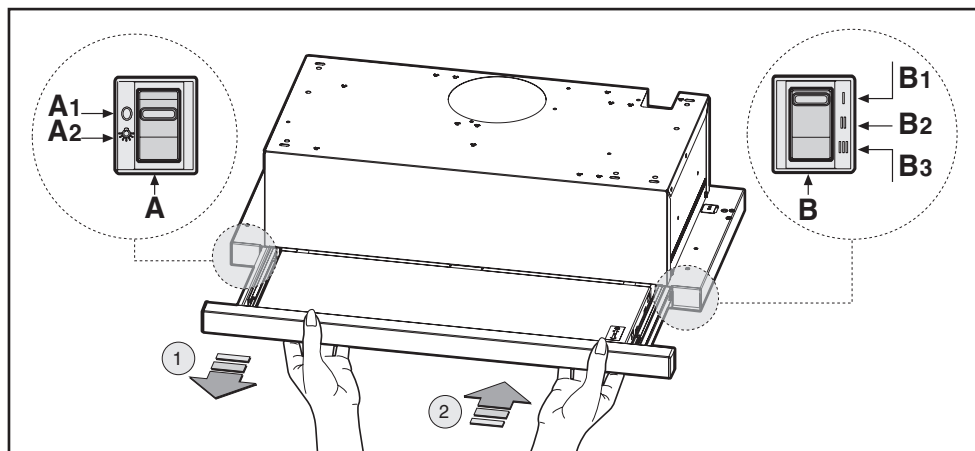

Fig.9
• Mandos slider (Fig.9) le symbole sont le suivant: